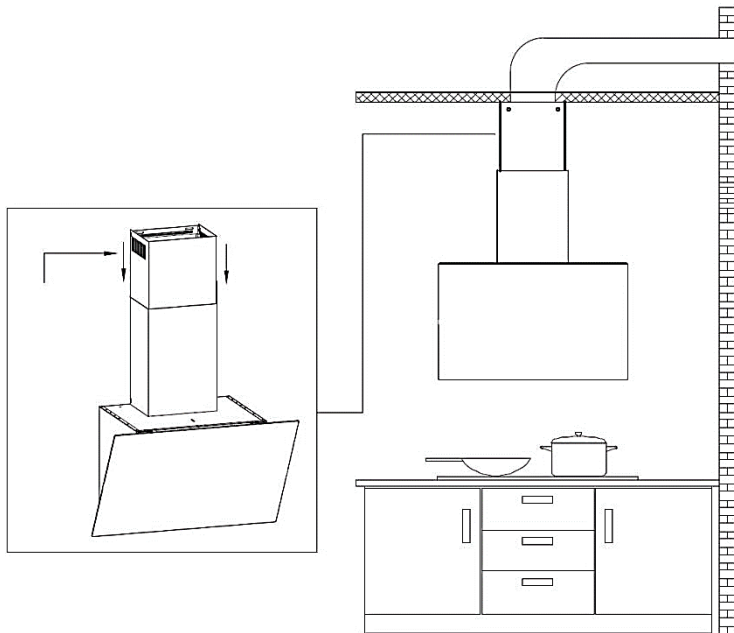

Рисунок 16
15. Установите верхнюю часть декоративного дымохода на нижнюю и поднимите верхнюю до уровня кронштейна для подвеса верхней части декоративного дымохода. (см. рисунок 16)